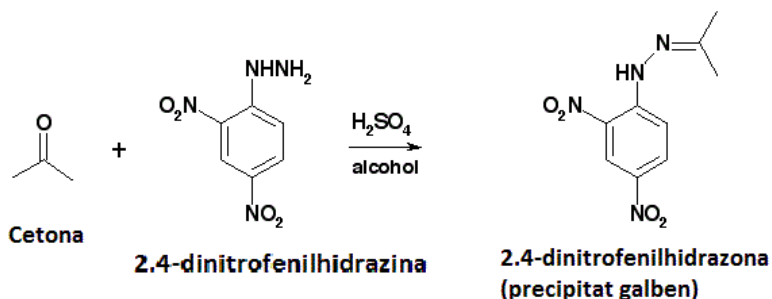

Fig. 8. Reacția generală a 2,4-dinitrofenilhidrazinei cu compuși carbonilici
-Reacția generală a 2,4-dinitrofenilhidrazinei cu compuși carbonilici este prezentată în fig. 8.